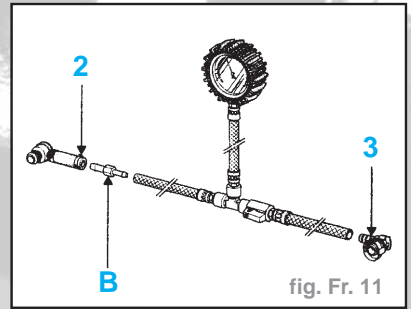

fig. Fr. 11
- Lors d'un contrôle d'étanchéité du servofrein, s'assurer d'une parfaite étanchéité entre celui-ci et le maître-cylindre. En cas de fuite à ce niveau, remplacer le joint (A).
- assembler les tuyaux avec le "T" de raccordement, le manomètre à dépression et l'ensemble (1) (utiliser le raccord B de la valise **Mot. 1311-01** ainsi qu'un collier à vis tangente (2) (fig. Fr. 11)
- monter sur l'autre tuyau un raccord encliquetable (3) commandé au **MPR (77 00 105 874)**